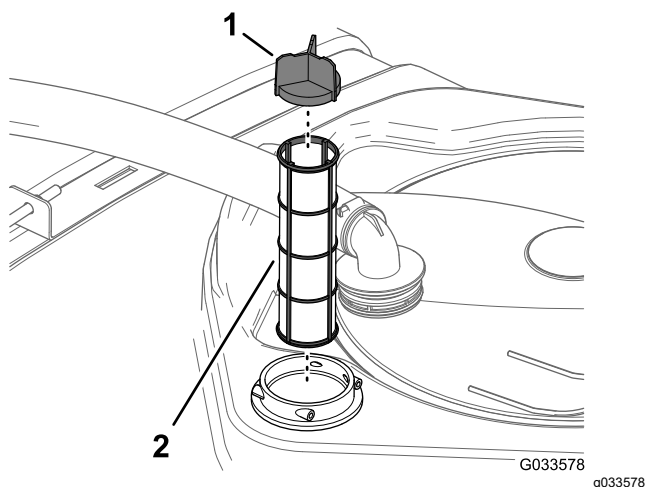

Figura 59
4. Îndepărtați filtrul de aspiraie vechi din carcasa filtrului din rezervor (Figura 59).